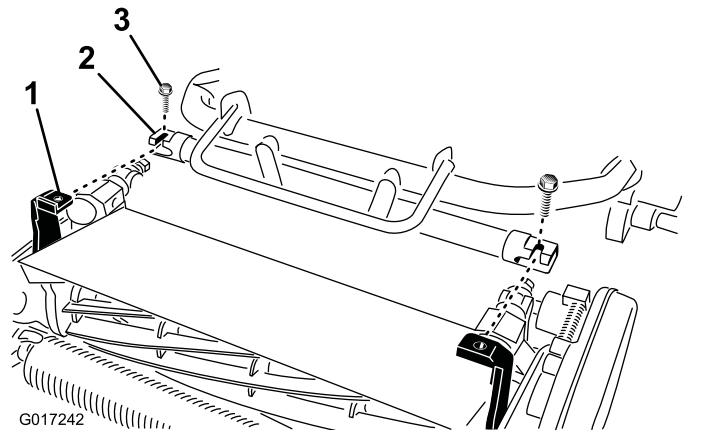

图8
4. 向前推动主机框架 (图8)，直至其与滚刀组旋转臂完全接合。
5. 使用 2 颗 0.95 x 1.90cm 螺栓将主机框架固定到滚刀组旋转臂上 (图8)。